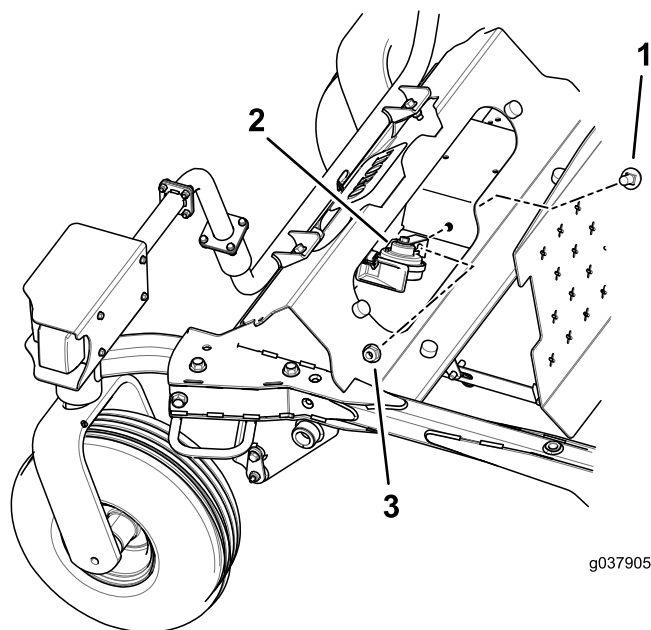

Figura 14
Montate l'avvisatore acustico come illustrato nella Figura 14.
1. Infilate la diramazione del cablaggio preassemblato con il relè lampeggiatore verso l'alto attraverso il pannello laterale, dove il cablaggio principale si inserisce nel quadro (Figura 14).